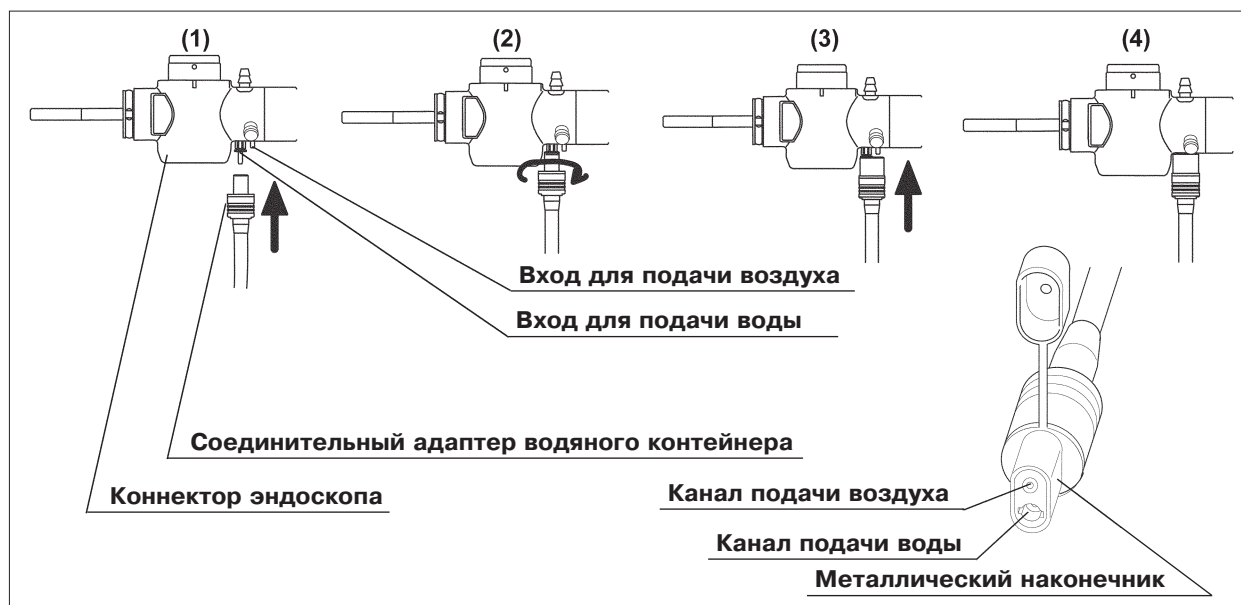

Рис. 3.13
3. Присоедините соединительный адаптер водяного контейнера к входу для подачи воды на коннекторе эндоскопа под углом  $90^\circ$  и нажмите на него до упора (см. рис. 3.13(1)).
4. Поверните соединительный адаптер водяного контейнера на  $90^\circ$  по часовой стрелке для совмещения канала подачи воздуха с коннектором для подачи воздуха на коннекторе эндоскопа (см. рис. 3.13(2)).
5. Нажмите на соединительный адаптер водяного контейнера повторно до упора (см. рис. 3.13(3)).
6. Убедитесь, что соединительный адаптер водяного контейнера надёжно присоединён и не может поворачиваться (см. рис. 3.13(4)).